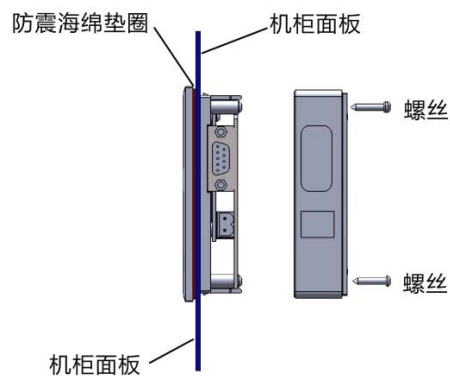

图 2
- ① 从保护垫中取下垫圈。
- ② 将提供的垫圈放到 TD4X 的前面板（如上图 2）。
- ③ 将前面板装入安装面板上已经开好的孔。
- ④ 用从后面板上卸下的螺丝将后面板固定到 TD4X 的前面板上。确保拧紧螺丝。